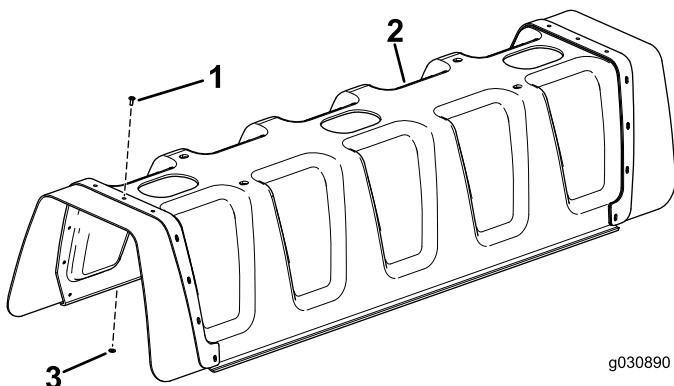

図4
3. 中央ブームカバーに、ポップリベット $3/16 \times 1/2$ インチ11本とワッシャ $3/16$ インチを取り付ける図4。